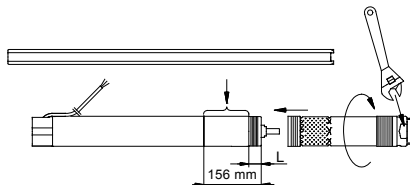

Fig. 6
1. Colocar el motor horizontalmente en un tornillo de banco y sujetarlo, ver fig. 6.
Se puede utilizar una llave inglesa en los puntos de sujeción de la bomba, ver fig. 6.